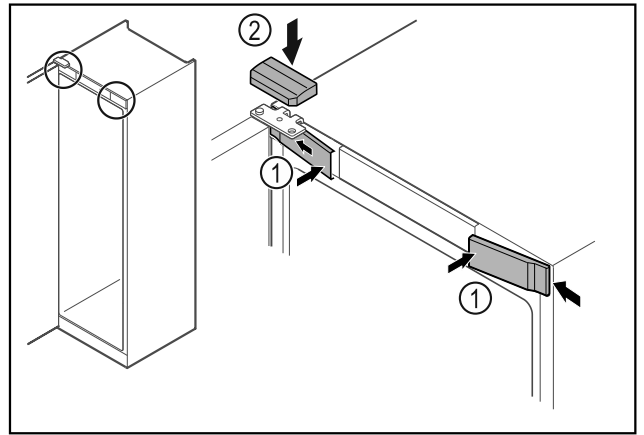

Fig. 49 \*
- ▶ Klik de forreste afdækninger Fig. 49 (1) i på siden, og lad dem gå i hak.\*
- ▶ Klik på den øverste afdækning Fig. 49 (2) på ovenfra.\*